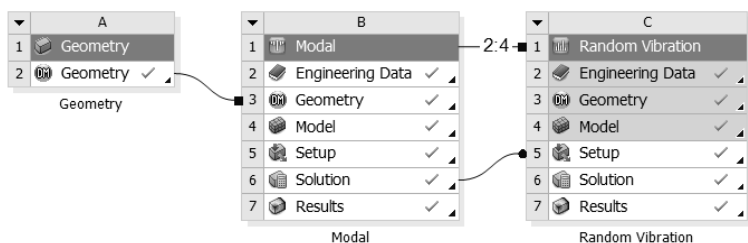

图 10-78 项目管理区中的分析项目
Step1：单击 Mechanical 界面右上角的（关闭）按钮，退出 Mechanical，返回到 Workbench 主界面。此时主界面的项目管理区中显示的分析项目均已完成，如图 10-78 所示。